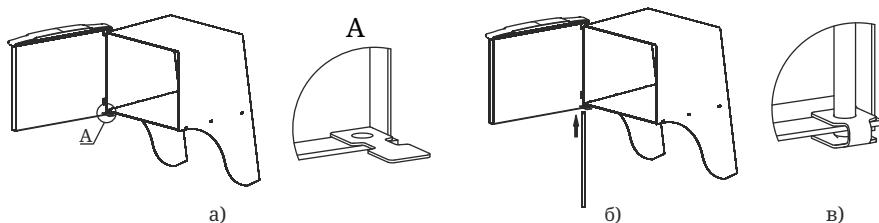

Рисунок 10. Установка дверцы при монтаже печи.
2. Установите дверцу на втулки топливного канала, совместив отверстия (рисунок 10.а);
3. Совместите отверстие упора с нижним отверстием каркаса, при этом упор должен располагаться внутри каркаса (рисунок 10.а);
5. Подогните упор, фиксируя конец оси между площадками упора (рисунок 10.в);